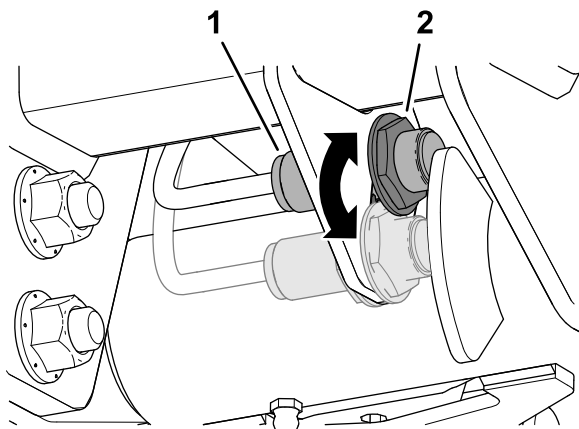

Figure 56
3. Desserrez l'écrou de blocage qui fixe le contacteur du bras de levage sur la plaque de support (Figure 56).